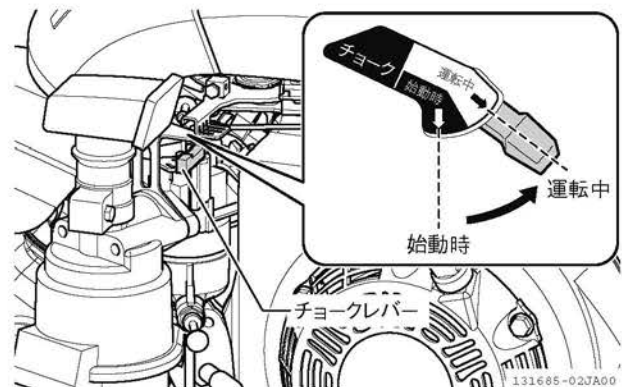

図 2-21 チョークレバー
3. エンジンの回転状態を見ながらチョークレバーを徐々に「運転中」位置にします。(図 2-21)